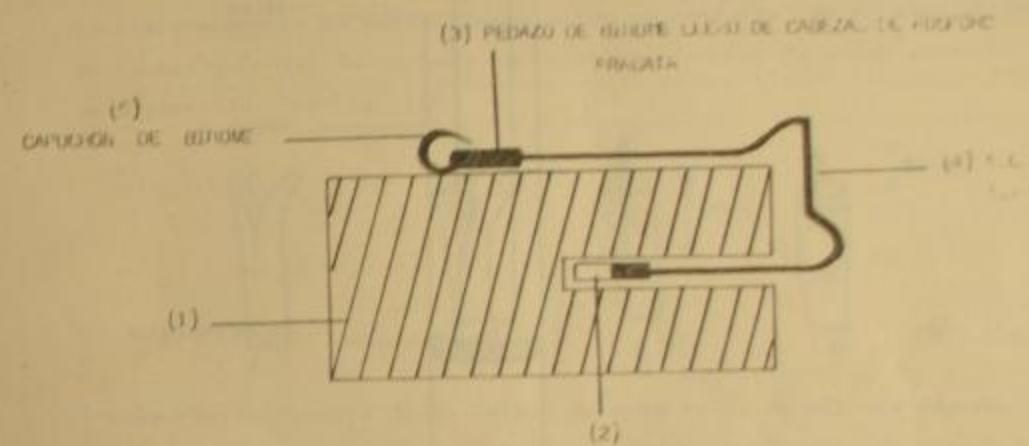

FIG. 173
- (1) La carga explosiva;
- (2) Un detonador;
- (3) Un sistema, por lo general mecánico, efectivo o químico mediante el cual se hace llegar la chispa al interior del detonante a través de;
- (4) Un sistema de retraso o accionamiento a distancia;
- (5) Un seguro. Generalmente es un sistema mecánico que impide el funcionamiento accidental del artefacto. Un buen seguro (o vacíos) constituye una parte clave de cualquier artefacto explosivo especialmente de las granadas de mano que tienen muy poco retraso (4 a 6 segs.) o de las minas (que no tienen retraso). Ver Fig. 173.